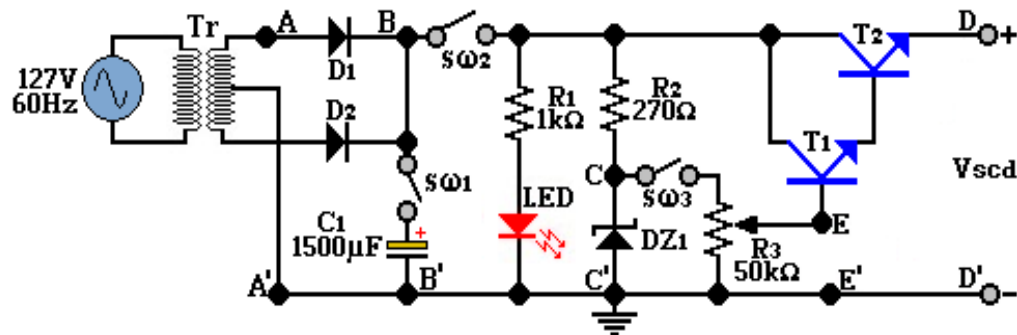

Figura 5.2
1. Arme el circuito de la figura 5.2 dejando todos los interruptores abiertos.